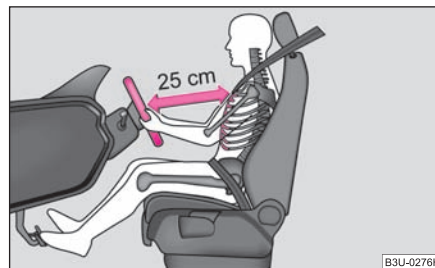

Fig. 4 Distanța corectă a conducătorului față de volan
- Reglați astfel scaunul șoferului încât distanța dintre volan și torace să fie de cel puțin 25 cm ⇒ fig. 4. Dacă nu se respectă această distanță, sistemul airbag nu își poate exercita eficiența maximă – Pericol!